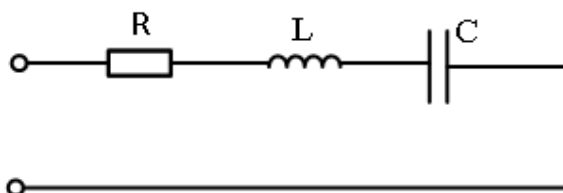

Рисунок 9.1
5.1. К цепи (рисунок 9.1.), состоящей из последовательно соединённых элементов: резистора, катушки индуктивности и емкости подключено напряжение, изменяющееся по закону, приведенному в таблице 9.1.